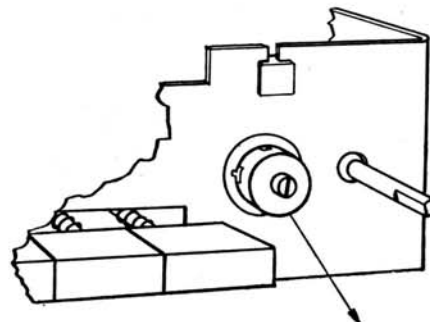

Abb. 3: Antennenabgleichtrimmer
3. Der Antennenabgleichtrimmer (Abb. 3), der nach der Abnahme des Vorderrahmens und Skala zugänglich ist, wird so lage geregelt, bis die maximale Lautstärke erreicht wird.